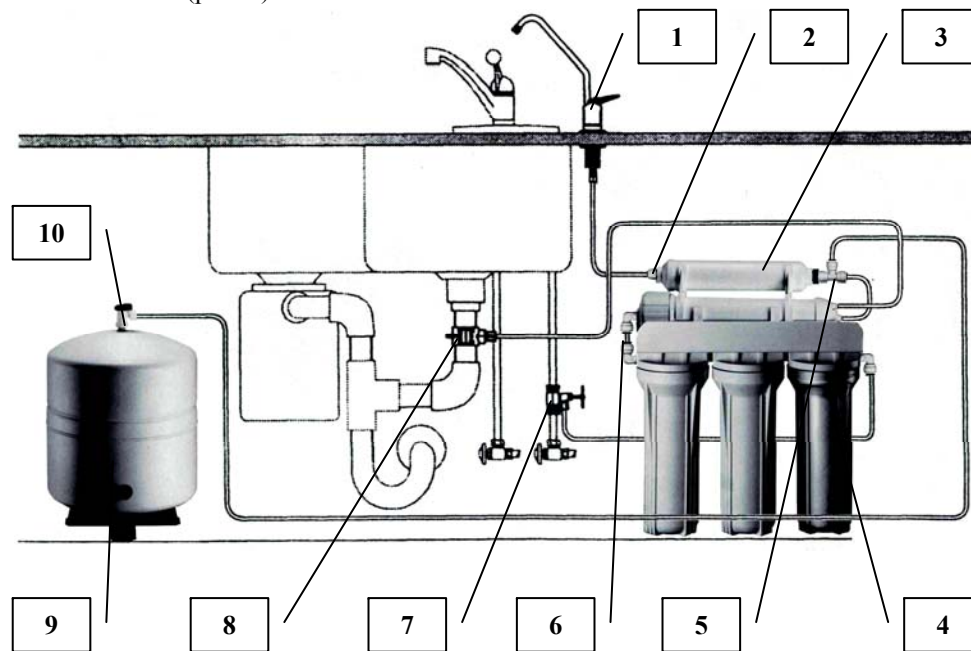
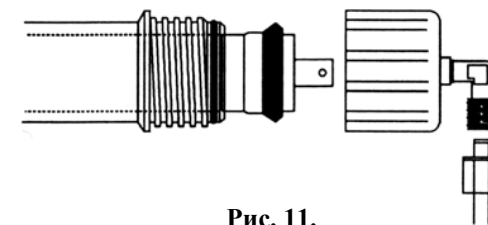

Рис. 8. Схема соединений системы RO-5.
Рис. 11.
6.2.1. Промывка системы начинается с промывки предварительных угольных картриджей. Для промывки подготовьте любую емкость объемом не менее 5 л. Отсоедините трубку от фитинга 6 корпуса фильтра (рис. 8) и опустите ее конец в приготовленную емкость. Откройте кран подачи воды в систему и дайте воде вытекать в емкость до тех пор, пока вода не станет проточной, т.е. не будет угольной пыли.
Закройте кран подачи воды в систему и кран накопительного бака и откройте кран чистой воды (рис. 8). Дайте воде слиться из системы.
Для замены мембраны отсоедините трубку от фитинга 6 корпуса мембраны (рис. 8), открутите крышку корпуса мембраны (рис. 11), выньте использованную мембрану и промойте корпус изнутри с использованием дезинфицирующего вещества. Смажьте манжету и уплотнения новой мембраны и уплотнительные кольца корпуса силико-